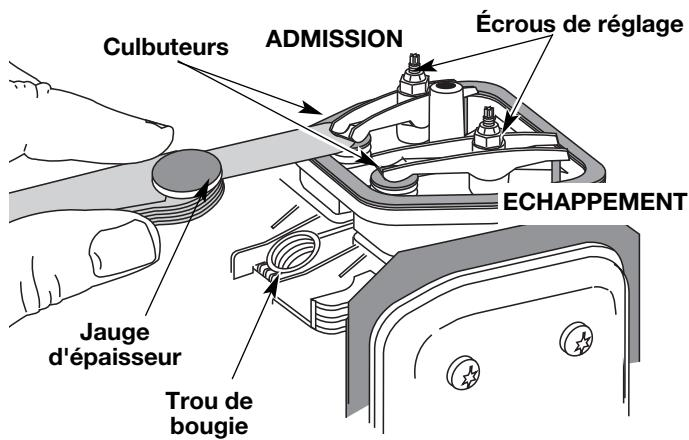

Fig. 29
- Le piston est au sommet de sa course lorsqu'on regarde par le trou de la bougie (Fig. 29).
Servez-vous d'une jauge d'épaisseur d'automobile standard de 0,127 et 0,381mm (0,005 et 0,015 po). La jauge d'épaisseur devrait pouvoir glisser entre le culbuteur et la tige de soupape en rencontrant une faible résistance mais sans coller (Fig. 29 & 30).